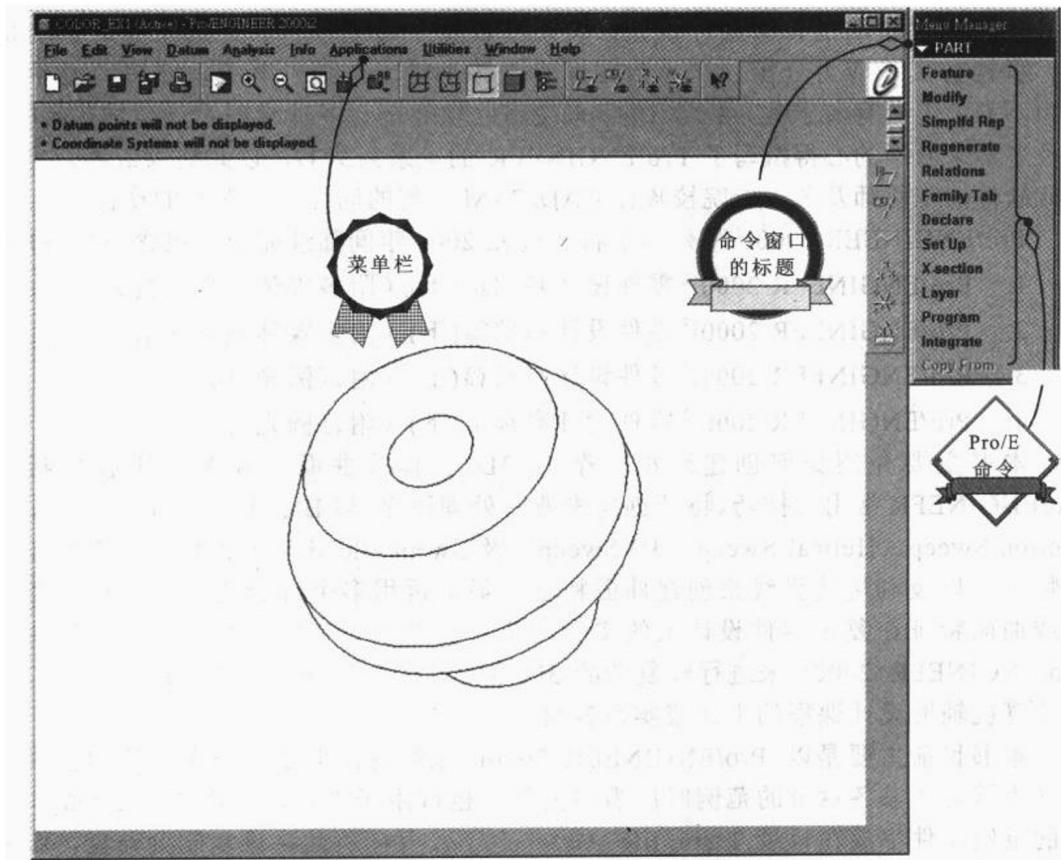

图 1
1. 粗体、斜体、小写字（例如：File / Open 的 File）：菜单栏（见图 1）。
2. 粗体、斜体、大写字（例如：PART / Feature 的 PART）：命令窗口的标题（见图 1）。
3. 正体字（例如：PART / Feature 的 Feature）：Pro/ENGINEER 命令（见图 1）。